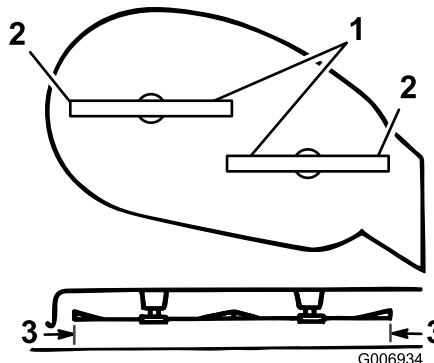

Figura 36
5. Ruotate con cautela le lame da un lato all'altro (Figura 36).
6. Misurate la distanza tra i taglienti esterni e la superficie piatta (Figura 36). Se entrambe le misurazioni non sono comprese in 5 mm, regolatiale; proseguite l'operazione.